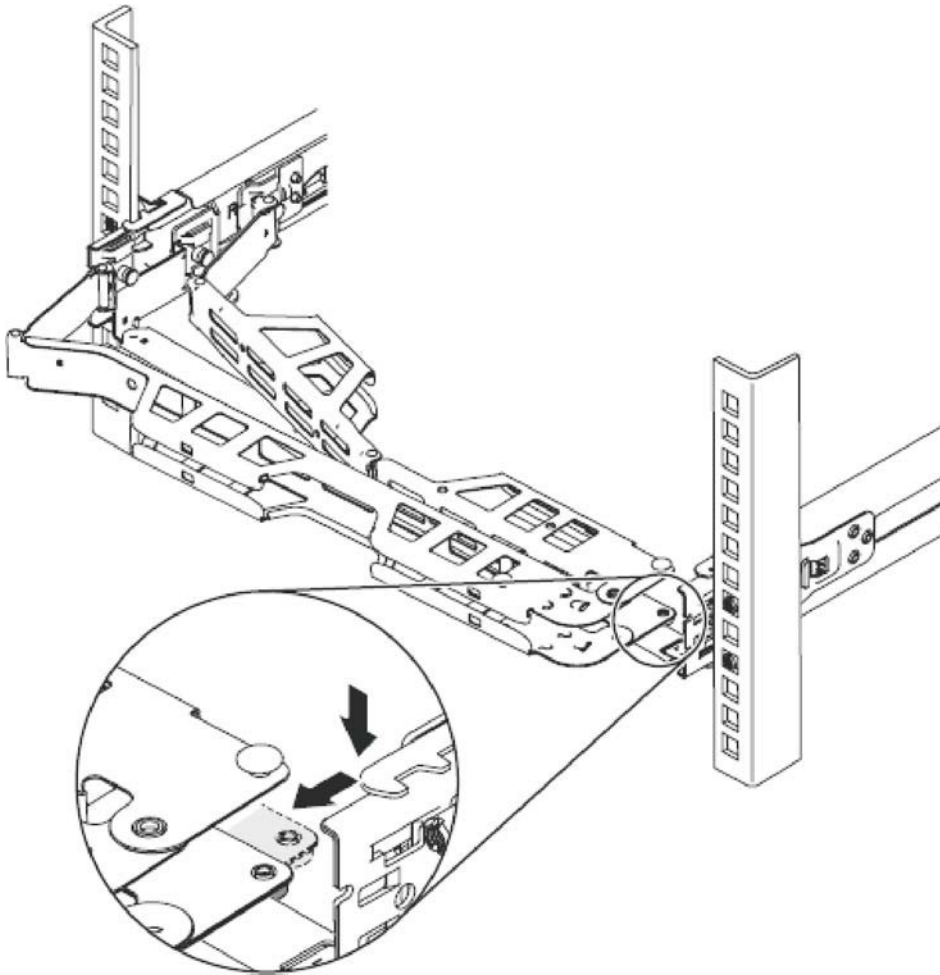

図 16. ケーブル・マネジメント・アームの位置の調整
3. ケーブル・マネジメント・アームの位置を、38 ページの図 16 に示すように調整します。